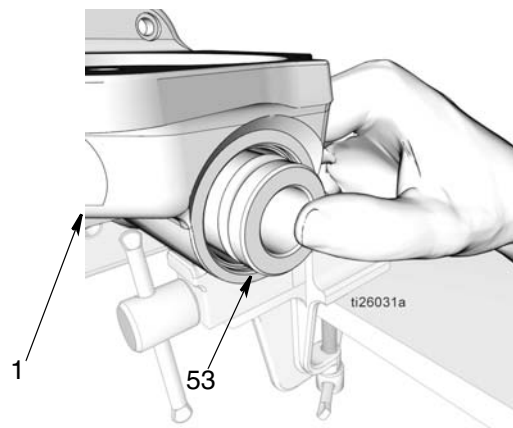

图 42
- d. 使用拇指将衬套 (53) 按入泵底座 (1)。然后使用软杆，将衬套尽可能地向下按 (图 42)。